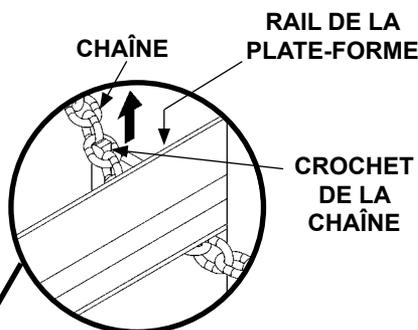

FIG. 24-1A
2. Enroulez la chaîne autour de chaque bouteille de gaz et accrochez-la sur le rail de la plate-forme comme indiqué sur la **FIG. 24-1A**. Si vous vous tenez sur la plate-forme avec la charge, placez-vous à l'endroit marqué par les empreintes comme sur la **FIG. 24-1** et respectez l'**AVERTISSEMENT** précédent.